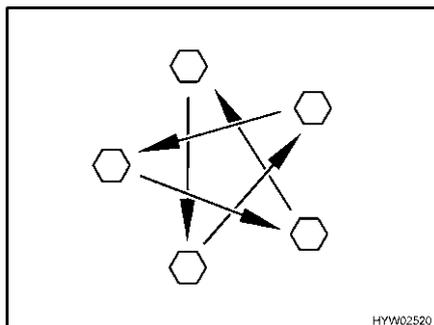

Fig. 244 Serrer en croix les écrous ou les boulons de roue
- Vérifier régulièrement le serrage des écrous ou des boulons de roues. Reserrer alternativement et en croix (Fig. 244) tous les écrous ou les boulons de roue 50 km après le changement d'une roue.
- ▷ Serrer en croix les écrous ou les boulons de roue (Fig. 244).